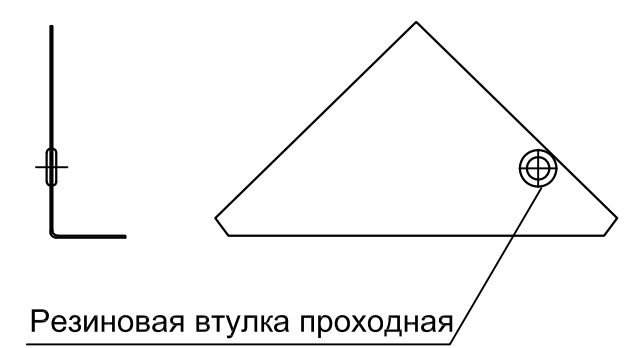

Рис. 2. Крышка узла крепления
1. Расположение точек крепления сенсора см. лист 18 рис. 2